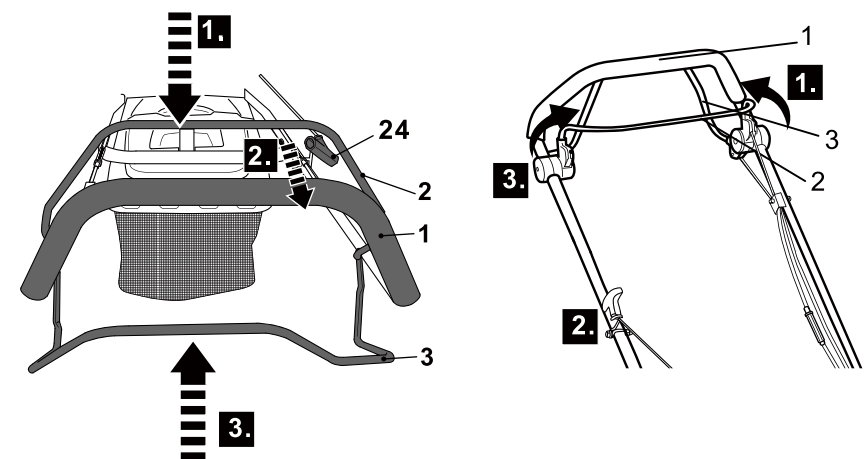

Fig. 20
1. Se placer derrière la poignée (1).
2. Déplacer le levier de la vanne d'essence (31) en position  pour faire tourner le moteur. Lorsque le moteur n'est pas utilisé, mettre le levier de la vanne d'essence (31) dans la position opposée  (pour éviter de noyer le carburateur et réduire le risque de fuite de carburant).
3. Tirer la barre de freinage (2) contre la poignée (1) et la maintenir dans cette position avec une main (Fig. 20, 1).
4. Tirer doucement la poignée du lanceur (24) jusqu'à ce qu'une résistance se fasse sentir, puis la tirer rapidement. Répéter cette opération jusqu'à ce que le moteur démarre (Fig. 20, 2).
5. Pour commencer à tondre, maintenir la barre de freinage (2) à deux mains et tirer la barre d'entraînement (3) vers la poignée (1) (Fig. 20, 3). Le produit avance et commence à tondre.